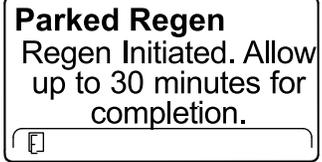

図 84
6. インフォセンターの画面には、終了までの時間を表すメッセージが表示される図 84。